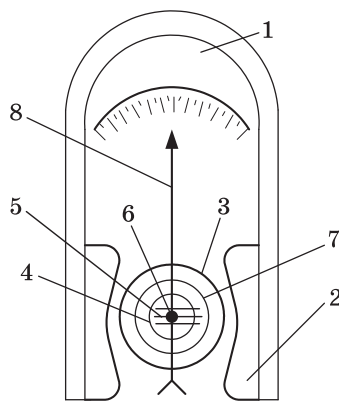

Рис. 1.17. Схема прибора магнитоэлектрической системы
**Магнитоэлектрические приборы** применяют для измерения величины тока и напряжения только в цепях постоянного тока. Принцип действия этих приборов основан на взаимодействии электрического тока с магнитным полем (рис. 1.17).